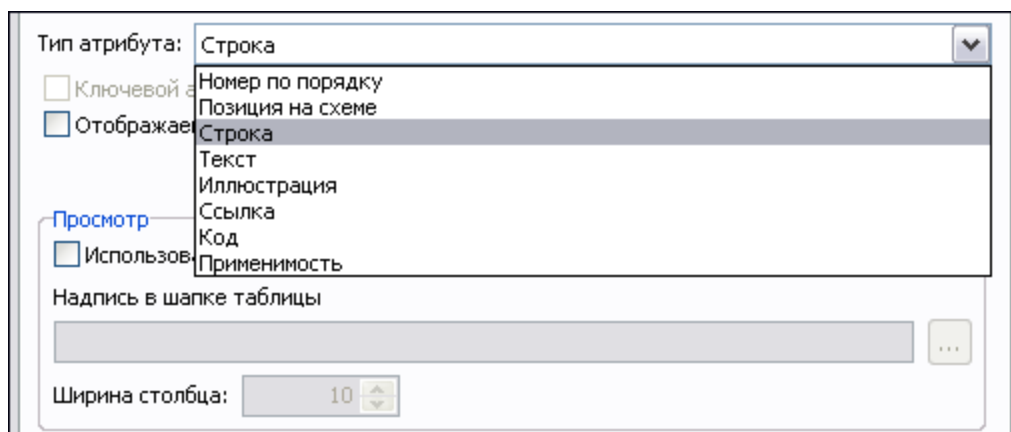

Рис. 3.21
3. Откройте выпадающий список в окошке **Тип атрибута** (Рис. 3.21).